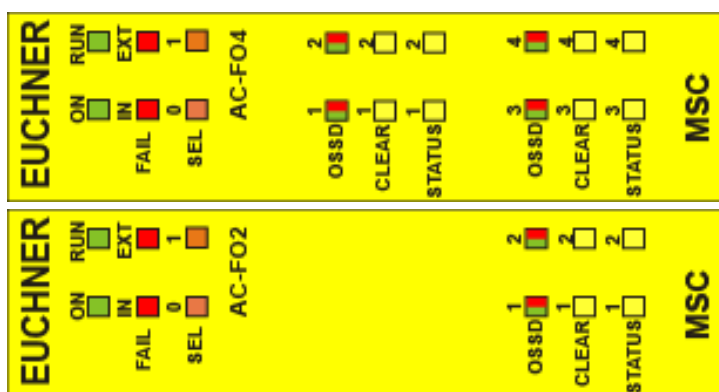

Figura 35:
8.4.8. Módulos AC-F02/AC-F04 (Figura 35)